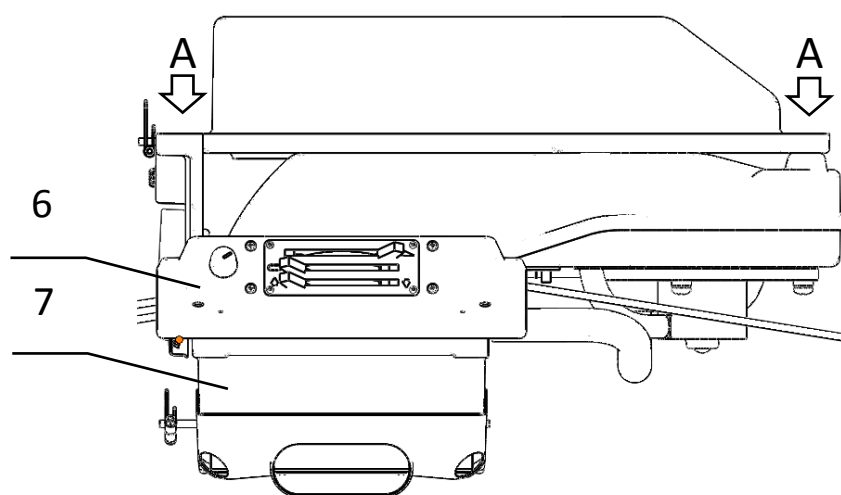

Рис.2
15. Установить две шпильки М6 из комплекта крепежа в точках А крепления отопителя (см. рис.2) и зафиксировать их контргайками;
17. Закрепить блок управления отопителем на панели приборов в следующем порядке: просверлить 2 отверстия Ø 3,2мм в панели приборов по отверстиям в консоли блока б (см. рис.2), так чтобы консоль находилась в одной плоскости с панелью, и закрепить консоль двумя саморезами 4,2x25 из комплекта крепежа;